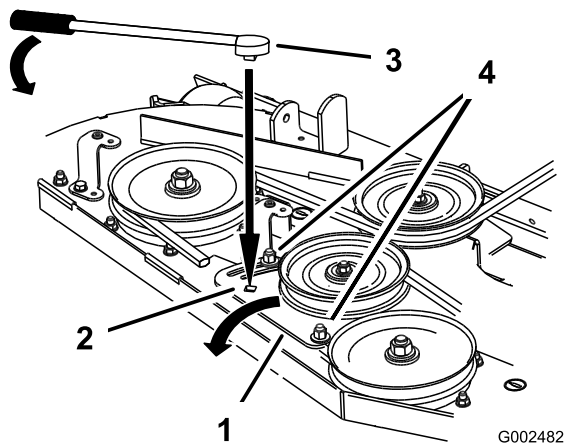

Bild 56
5. Wenn eine Einstellung erforderlich ist, lösen Sie die Mähwerkspannplatte und stellen Sie diese ein (Bild 56).
6. Setzen Sie eine Ratsche oder ein Brecheisen in das rechteckige Loch in der Mähwerkspannplatte ein, um die Spannung einzustellen (Bild 56).
7. Wenn Sie die Spannung erhöhen möchten, drehen Sie die Mähwerkspannplatte, bis Sie einen Widerstand spüren und die Drehung aufhört. Drehen Sie nicht nach dem Anschlag weiter (Bild 56).
8. Ziehen Sie die Schrauben der Spannscheibenplatte fest (Bild 56).
10. Stellen Sie ggf. die Riemen Spannung und die Spannscheibe ein, und ziehen Sie alle Schrauben richtig fest (Bild 56).